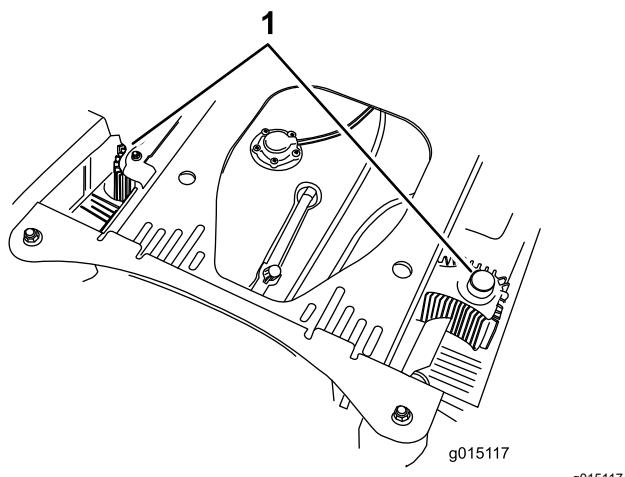

Figura 95
4. Limpie cualquier residuo o hierba de las cubiertas de las unidades hidráulicas (Figura 95).